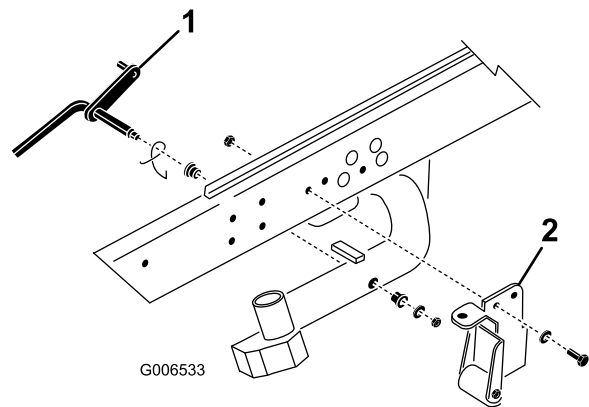

Figura 3
1. Retire la contratuerca y la arandela que sujetan la varilla de pivote al brazo de elevación número 2 (Figura 3). Retire la varilla de pivote y el muelle del brazo de elevación. Repita el procedimiento en los brazos de elevación número 1 y número 3.
- Nota:** Los soportes de volteo (con y sin rodillo) no se utilizan con las unidades de corte DPA (Figura 3).